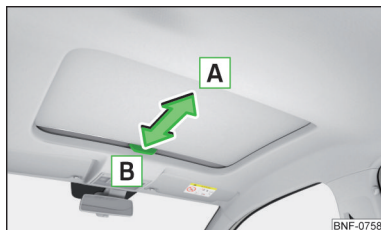

Fig. 39
- Træk grebet i pilens retning **A** for at **åbne** » Fig. 39.